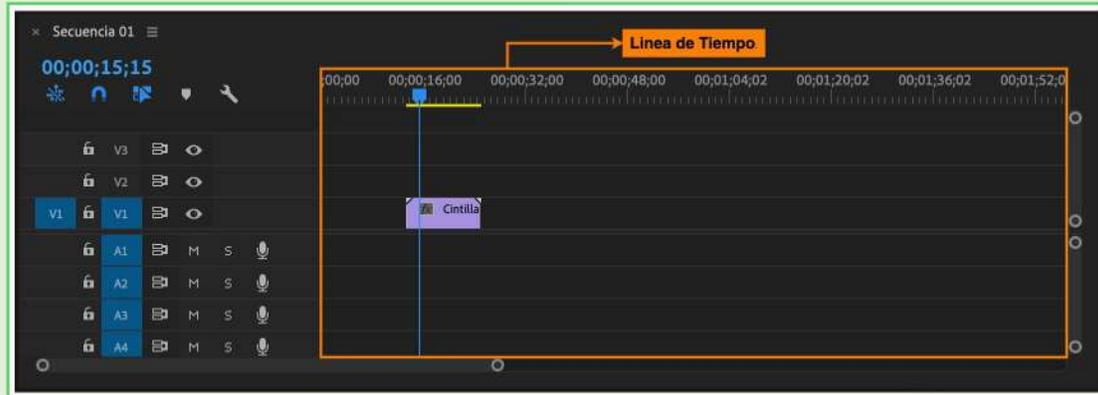

Imagen 48. Línea de tiempo donde se encuentran los videos.
- Para finalizar, se deben seleccionar los archivos en el orden que se requieren y ubicar en la línea de tiempo. Para ordenar cada archivo, debe escoger el clip deseado y hacer clic izquierdo sostenido, para arrastrar hasta ubicarlo en la línea de tiempo deseada (imagen 48).